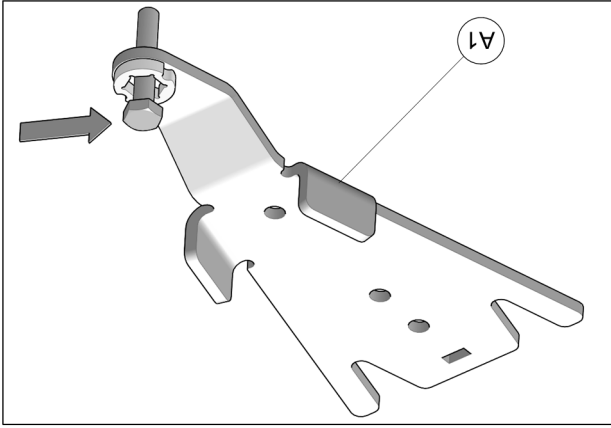

Fig. 19
4. Insérer un boulon à l'extrémité de chacun des ancrages de suspension avant (A1). Fig. 19